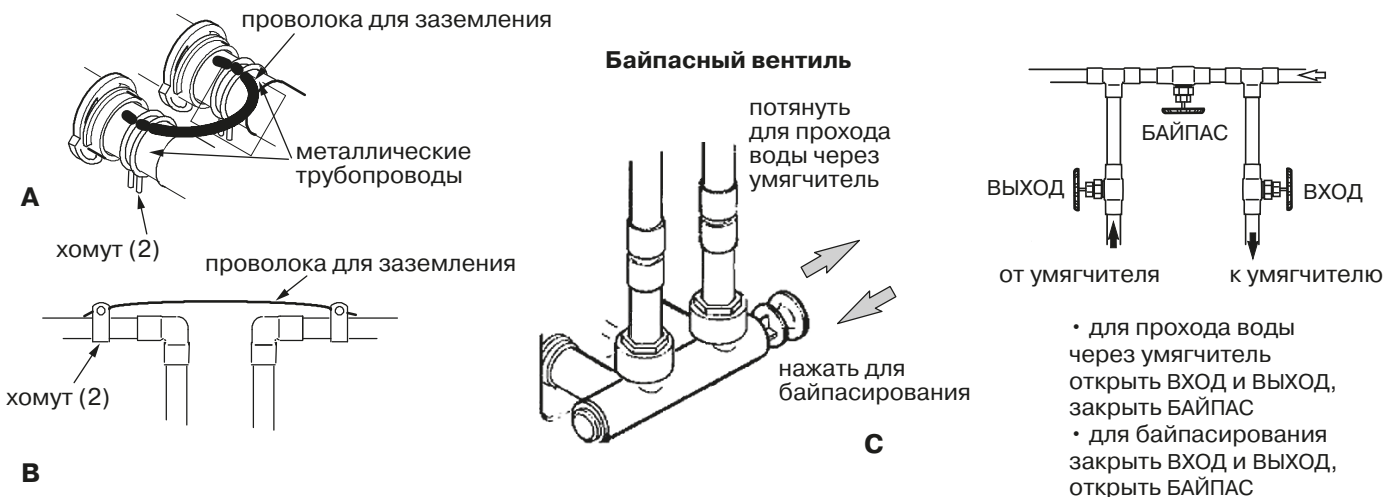

Рис. 6
а) установите проволоку между концевиками аппарата, **рис. 6А.**
б) установите провод сечением не менее 4мм² на двух хомутах между трубами магистрали в месте разрыва, **рис. 6В.**
- Переведите байпасную систему в положение байпаса, см. **рис. 6С**.